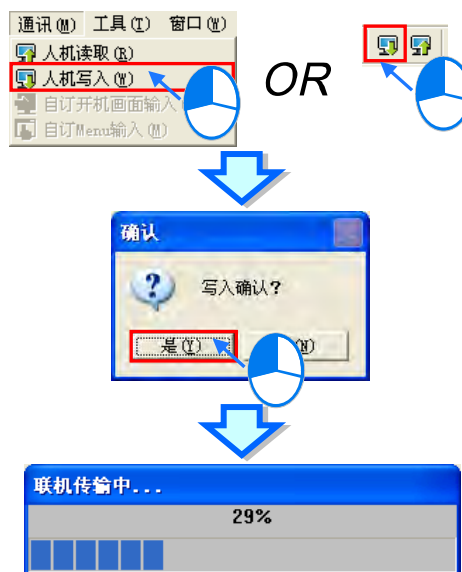

图 6-5 下载
此时按下 TPEditor 软件的 通讯 (M) > 人机写入 (W)，或是图标工具栏的「人机写入」按钮，完成确认对话框后，就可以下载画面规划与设置至 TP 人机，下载中会显示下载的百分比。如图 6-5。
- 步骤 8. 执行 TPEditor 软件的 **通讯 (M)** > **人机写入 (W)** 指令，会出现写入确认的对话框，确认后就会下载设计数据至 TP04G，下载中会显示下载的百分比，请参考图 6-5。